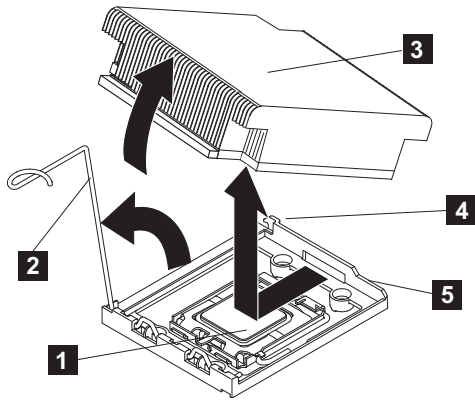

図 250. SAN ボリューム・コントローラー 2145-CG8 または 2145-CF8 マイクロプロセッサからのヒートシンクの取り外し
8. ヒートシンク（286 ページの図 250 の **3**）とマイクロプロセッサ（**1**）へのアクセスの邪魔になるケーブルをすべて切り離します。